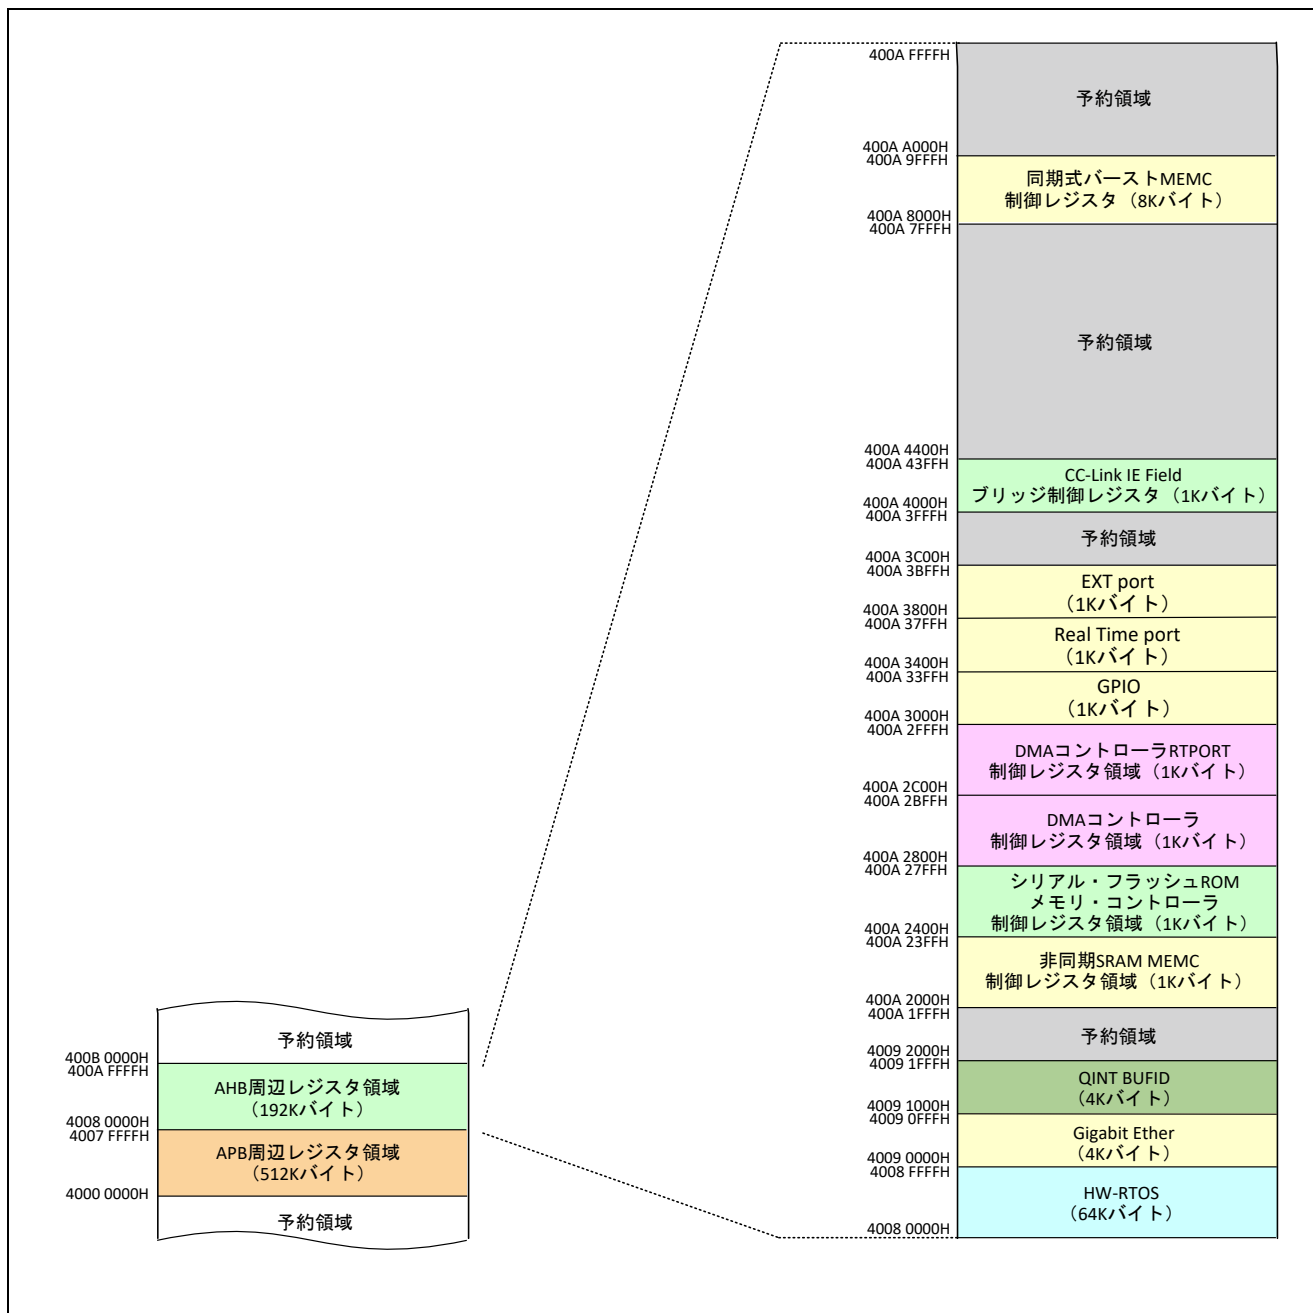

図3.2 メモリ・マップ (AHB 周辺レジスタ領域)
- 注 1. AHB 周辺レジスタ領域（上位 52K バイト）は、「GPIO」領域～「同期式バースト MEMC 制御レジスタ」領域を示します。詳細は「図3.2 メモリ・マップ（AHB周辺レジスタ領域）」を参照してください。